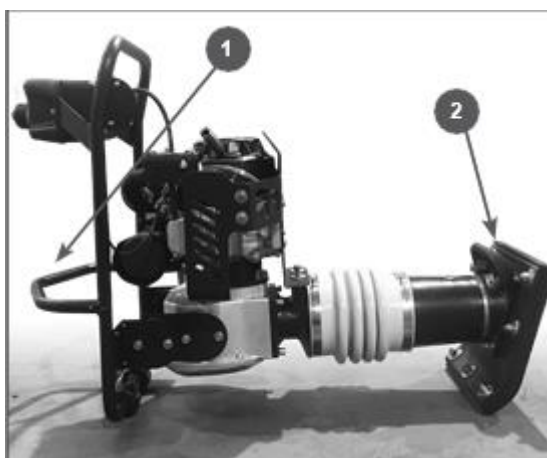

Рис.21 Транспортирование в горизонтальном положении (кроме модели ТМ-80)
4. Измерьте зазор между электродами свечи зажигания специальным щупом. Зазор должен быть 0,7-0,8 мм (Рис. 21). При увеличении, или уменьшении требуемого зазора, рекомендуется заменить свечу, так как регулировка зазора может привести к изменению качества искрообразования.
Если зафиксировать вибротрамбовку в вертикальном положении невозможно, закрепите устройство на транспортном средстве так, чтобы оно не перевернулось, не упало и не скатилось. Уложите вибротрамбовку так, чтобы двигатель был сверху (Рис. 21), и привяжите ее к транспортному средству за раму и рабочий цилиндр. Вибротрамбовку следует привязывать поперек рабочего цилиндра между трамбуемым башмаком и смотровым отверстием для контроля уровня масла.
Перенос вибротрамбовки к новому участку работы осуществляется за транспортировочную скобу 1 и транспортировочную рукоятку 2 (Рис. 21).